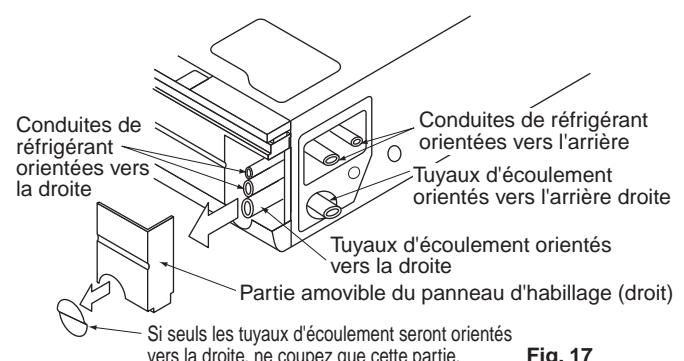
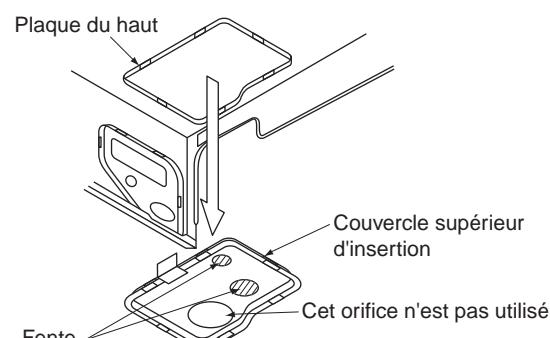

Fig. 17
Fig. 18 (figure montrant l'intérieur de la partie basse)
Retirez le couvercle arrière et installez les conduites. **(Reportez-vous à la Fig. 17)**
(2) Pour les conduites orientées vers le haut.
- Retirez le couvercle du haut et utilisez le kit d'embranchement en L vendu séparément pour installer les conduites. **(Reportez-vous à la Fig. 18, 19)**
(3) Pour les conduites orientées à droite.
- Pratiquez une fente dans le panneau d'habillage (droit) et installez les conduites. **(Reportez-vous à la Fig. 17)**
Avant de démonter le couvercle supérieur d'insertion, fixez les lignes conductrices du moteur d'oscillation et du thermistor en les faisant passer à travers le serre-fil situé sur le couvercle supérieur d'insertion. (**Reportez-vous à la Fig. 18, 20**)